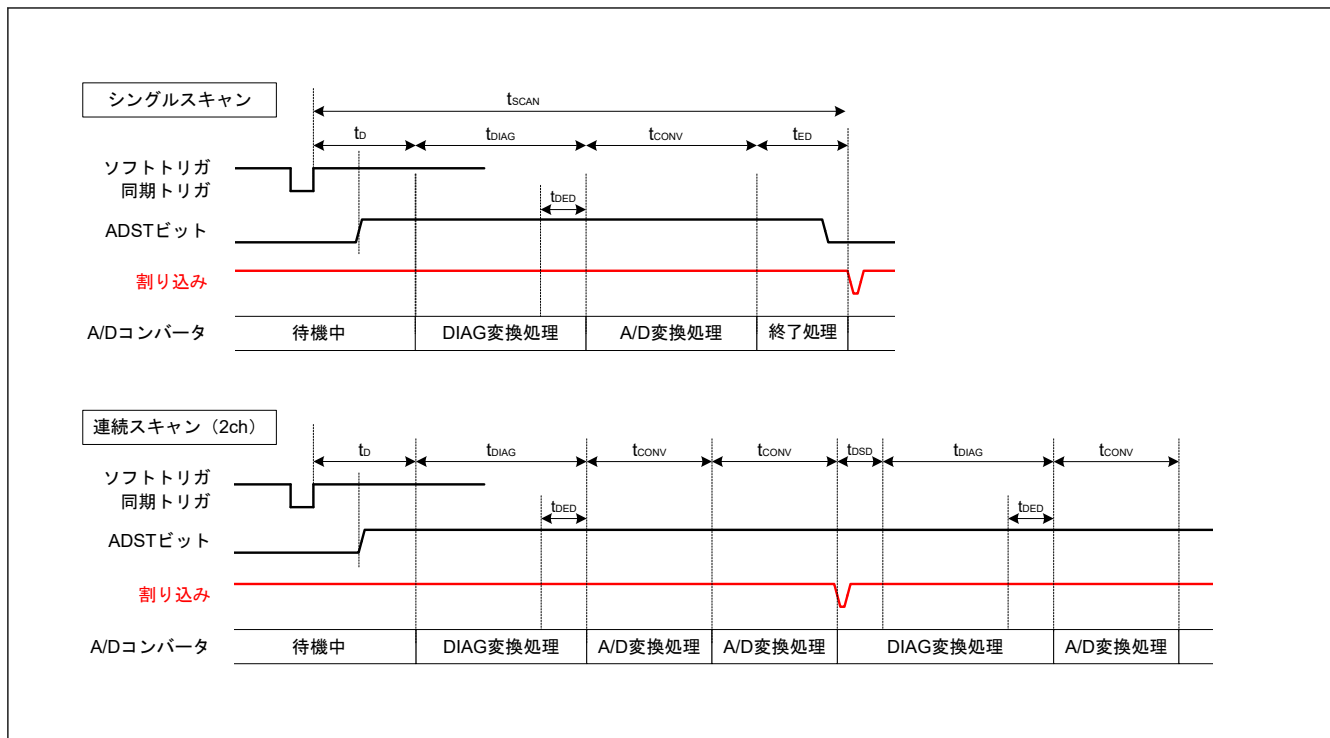
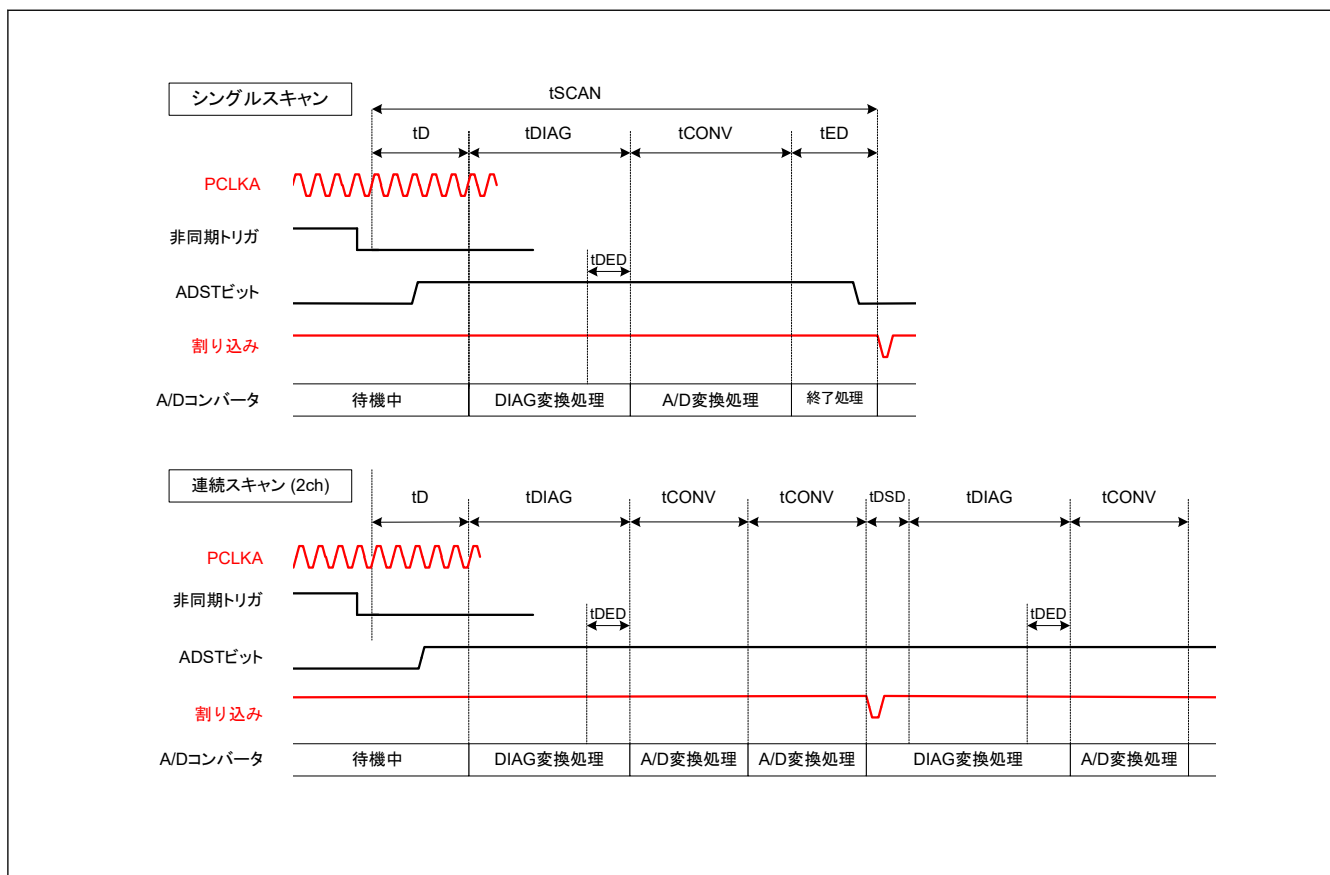

図 40.31 スキャン変換のタイミング (ソフトウェア起動または同期トリガ入力 (ELC) 起動の場合)
図 40.32 スキャン変換のタイミング (非同同期トリガ入力 (ADTRG0) 起動の場合)
図 40.31 に、ソフトウェアトリガまたは同期トリガ (ELC) 起動によりスキャン変換を行う場合のタイミングを示します。また、図 40.32 に、非同期トリガ (ADTRGn (n = 0, 1)) 起動によるスキャン変換を行う場合のタイミングを示します。スキャン変換時間 (t_{SCAN}) はスキャン変換開始遅延時間 (t_D)、断線検出アシスト処理時間 (t_{DIS})^(注1)、自己診断変換時間 (t_{DIAG} および t_{DSD})^(注2)、A/D 変換処理時間 (t_{CONV})、スキャン変換終了遅延時間 (t_{ED}) を含めた時間となります。
- 注 1. t_D、t_{SPLSH}、t_{DIAG}、t_{CONV}、t_{ED} の各タイミングについては、図 40.31 および 図 40.32 を参照してください。